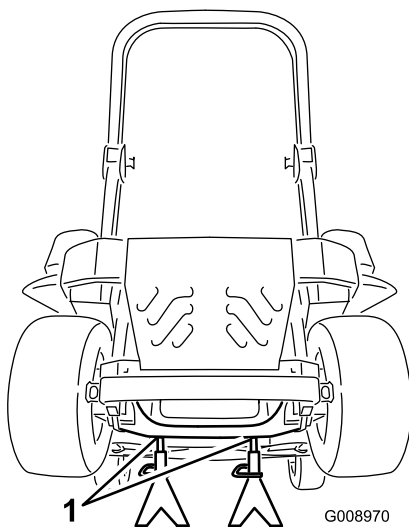

Figura 91
3. Levante la máquina y apóyela sobre gatos fijos (Figura 91).
9. Retire los soportes y baje la máquina (Figura 91).